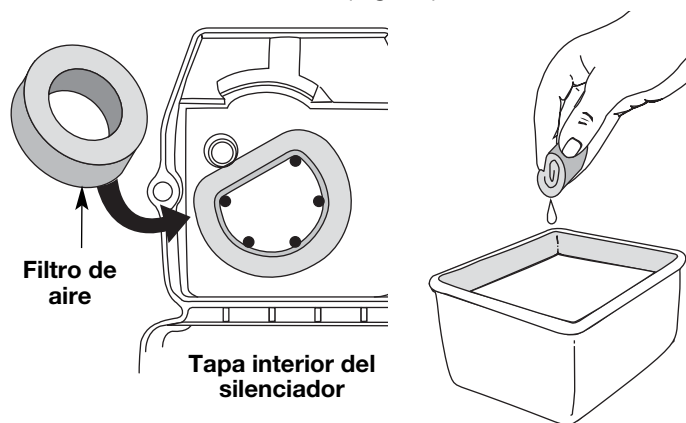

Fig. 14
2. Saque los cuatro (4) tornillos que sostienen la cubierta del silenciador / filtro de aire (Fig. 14). Use un destornillador de broca Torx N° T20.
2. Saque el filtro de aire del interior de la cubierta del silenciador / filtro de aire (Fig. 14).
3. Lave el filtro con agua y detergente (Fig. 14). Enjuague
6. Vuelva a colocar el filtro de aire en el interior de la cubierta del silenciador / filtro de aire (Fig. 14).